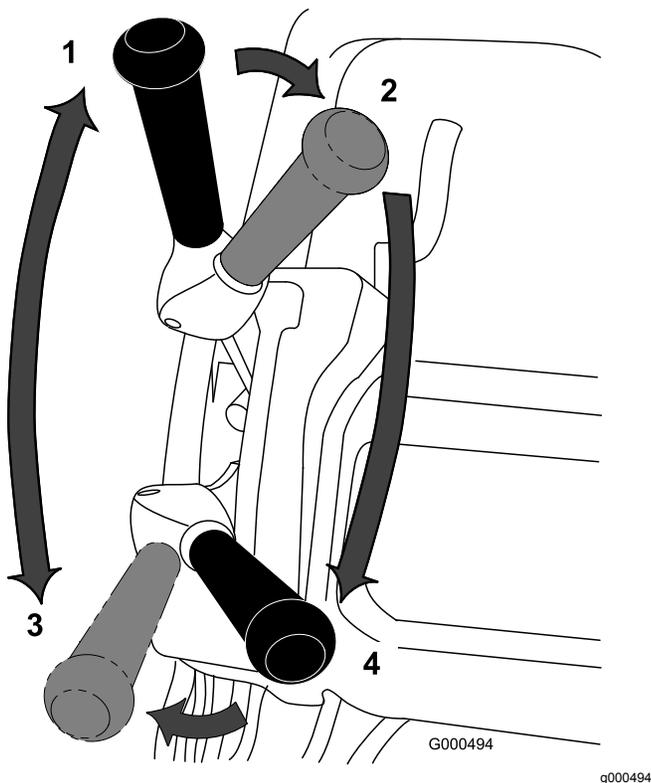

Figura 32
1. Avviate il motore, impostate l'acceleratore a una velocità ridotta, spingete la stegola per sollevare l'apparato di taglio, premete il comando di presenza dell'operatore, spostate la leva di innesto della trazione e di trasmissione dei cilindri in posizione di MARCIA AVANTI (trasferimento) e trasferite la macchina sul bordo del green (Figura 32).
2. Spostate la leva in posizione di FOLLE (Figura 32).
3. Spostate la leva in posizione di trazione in FOLLE e trasmissione dei cilindri DISINNESTATA (Figura 32).
4. Spostate la leva della trazione in MARCIA AVANTI e trasmissione dei cilindri INNESTATA (Figura 32), aumentate la velocità dell'acceleratore fino a quando la macchina non viaggia alla velocità di trasferimento desiderata, guidate la macchina sull'area del green, abbassate l'apparato di taglio a terra e date inizio alle operazioni.